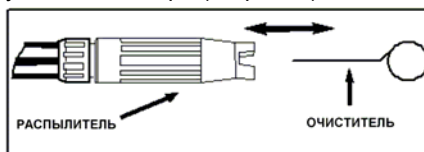

Рис. 5
- Введите имеющийся в комплекте очиститель или разогнутую скрепку в отверстие распылителя и подвигайте вперед-назад до удаления засора (см рис. 5)